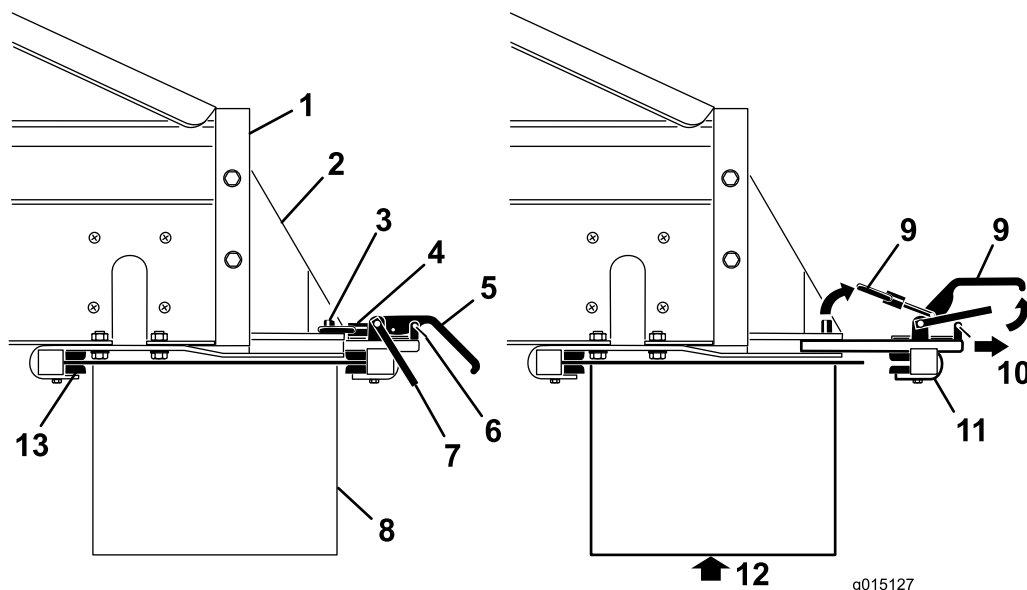

Рисунок 2
1. Снимите зажимы предохранительных защелок с рукояток хомутов (Рисунок 2).
2. Поднимите предохранительную защелку, затем поднимите рукоятки хомутов дополнительного навесного орудия и освободите стопорные кольца от стопорных штифтов (Рисунок 2).
3. Выведите задний узел хомута дополнительного навесного оборудования из пазов для быстрого крепления (Рисунок 2).
4. Вместе с помощником вставьте передний край двухдискового центробежного разбрасывателя под заднюю часть МН-400 в передние хомуты на кронштейнах (Рисунок 2).
5. Поддерживая двухдисковый центробежный разбрасыватель, сдвиньте задний узел хомута дополнительного навесного оборудования назад в пазы кронштейнов и поверх задней кромки (Рисунок 2).
7. Заново установите зажимы предохранительных защелок на рукоятки хомутов (Рисунок 2).